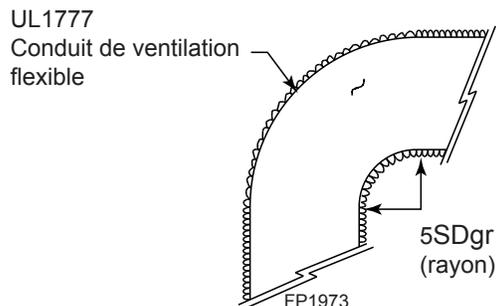

Figure 37 - Rayon minimal par section de conduit de ventilation flexible
3. Ne permettez pas au conduit flexible de se plier dans un rayon supérieur à 5 po (127 mm). *Figure 37*